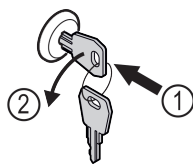

Fig. 160
- ▶ Vstavite ključ. Fig. 160 (1)
- ▶ Ključ obrnite v smeri proti urnim kazalcem za 90°. Fig. 160 (2)